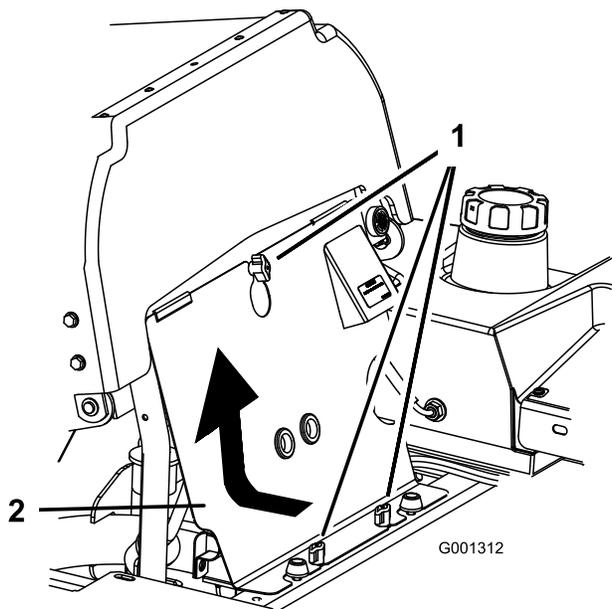

Figura 67
- Allentate le manopole del pannello anteriore del motore e rimuovete il pannello (Figura 67).